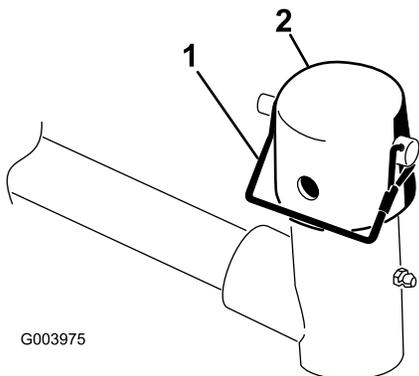

Figura 9
2. Retire el pasador de seguridad y el tapón de la horquilla de pivote del brazo de elevación (Figura 9).
**Nota:** Utilice la ranura si se desea que la unidad de corte sea dirijible, y utilice el taladro si la unidad de corte va a quedar bloqueada en una posición fija (Figura 9).